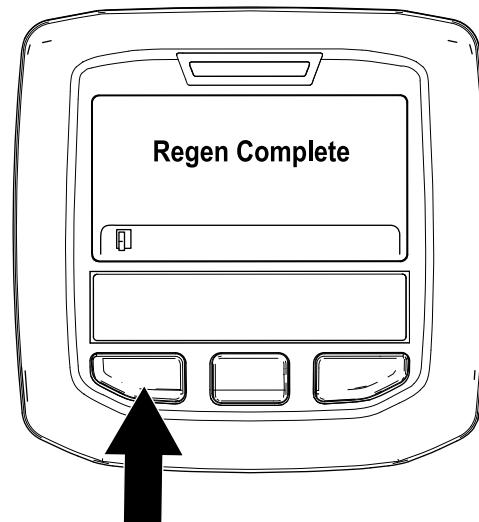

Bild 52
- Die geparkte Regenerierung ist abgeschlossen, wenn die Meldung „Regen. Complete“ im InfoCenter angezeigt wird. Drücken Sie die linke Taste, um den Homebildschirm anzuzeigen (Bild 52).